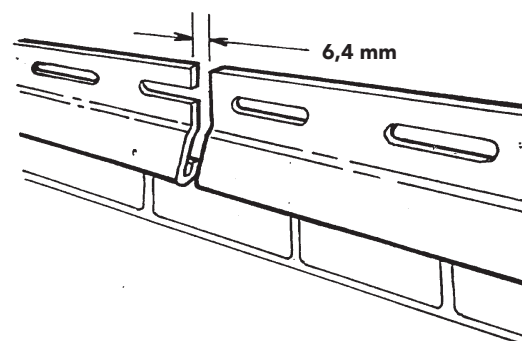

Figure 27
- Ménager un espace d'environ 6,4 mm (1/4 po) entre les extrémités des bandes de départ contiguës pour assurer la dilatation (Figure 27).